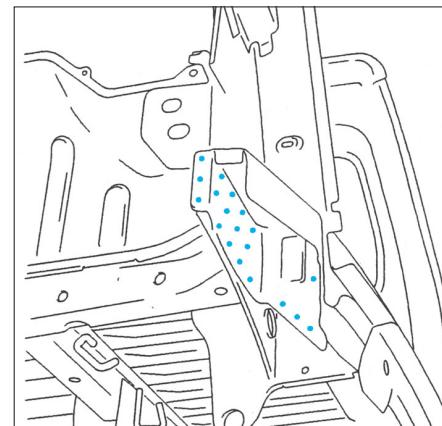

FIG. 160
- Soudier par points électriques (Fig.160).